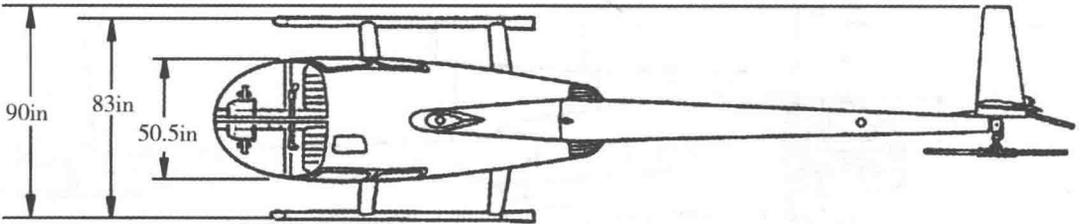

图 1-1 装雪橇的 R44 俯视图(从上向下看)
(1) 安装了雪橇式起落架的 R44 主要用于执行陆地飞行任务,其整体尺寸图如图 1-1~图 1-3 所示。